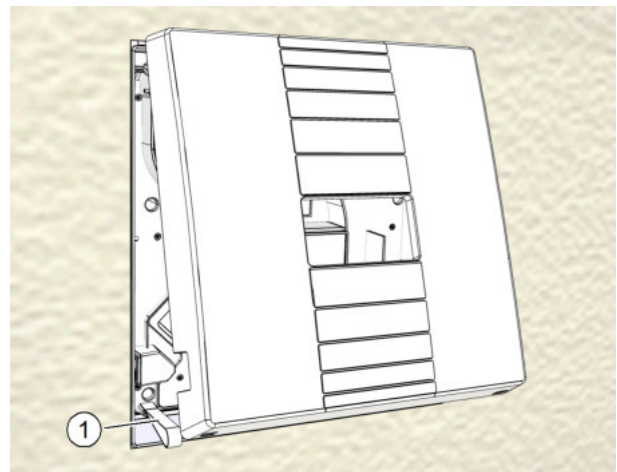
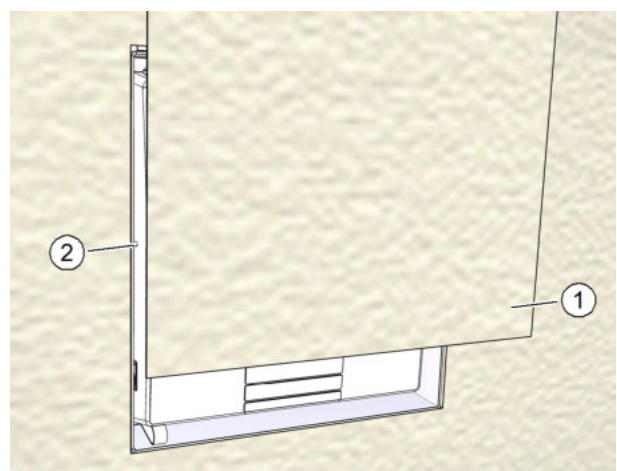

Abb. 18: Deckel auf Lüftungsgerät aufsetzen
Abb. 19: Abdeckplatte am Montageset einhängen
- ▶ Achten Sie darauf, dass das Deckelauszugband (Pos. 1 in Abb. 18) unterhalb des Deckels herausragt (siehe auch Abb. 19 auf Seite 18).
- ▶ Entfernen Sie Putzreste und Verunreinigungen, damit die Abdeckplatte (Pos. 1 in Abb. 19) lückenlos auf der Innenwand aufsitzt.
- ▶ Senken Sie die Abdeckplatte vorsichtig nach unten ab. Die Aussparungen an den Halblechen gleiten in die Stifte (Pos. 2 in Abb. 19) des Mauerkastens.